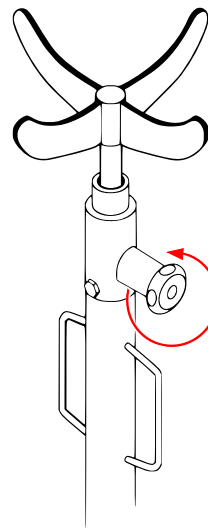

Figure 4
- Descendre : Tournez la poignée latérale (Fig. 4) en sens antihoraire pour descendre le vérin.